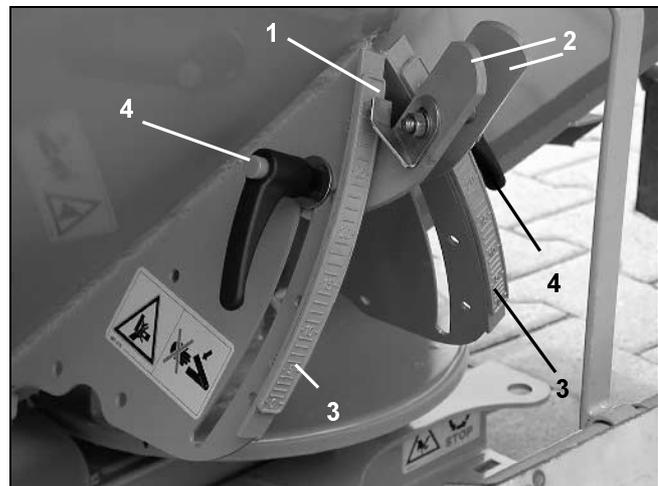

Fig. 47
- Zeigablesekante (Fig. 47/1) vom Stellhebel (Fig. 47/2) auf den Einstellwert "11" der Skala (Fig. 47/3) einstellen und Stellhebel mit Klemmhebel (Fig. 47/4) feststellen.